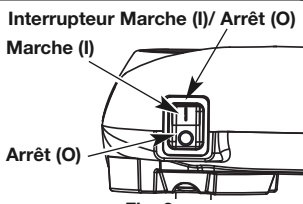

Fig. 2
2. Lorsque le démarreur est correctement inséré dans le moteur poussez sur le bouton MARCHE (I) pendant un maximum de 4 secondes ou jusqu'à ce que le moteur démarre. (Fig. 2)